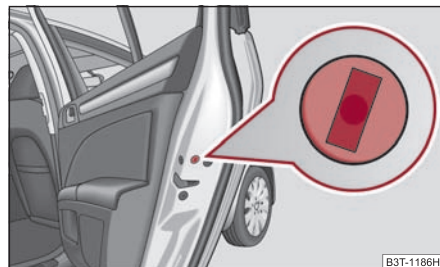

Fig. 42 Puerta trasera:
- Desmonte el paramento ⇒ fig. 42